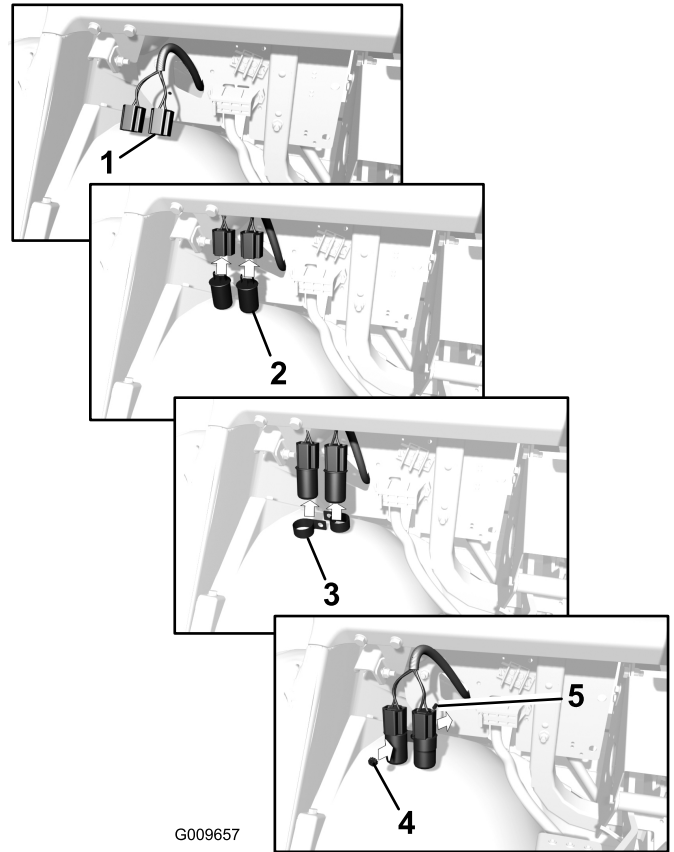

Bild 11
2. Stecken Sie die Anschlüsse für die Blinker durch die Öffnung in der Befestigungsplatte unter dem Armaturenbrett. Schließen Sie die Blinker am vorderen Kabelbaum an (Bild 11).
3. Befestigen Sie die Blinker mit zwei R-Klemmen und einer Sicherungsmutter (1/4-20 Zoll) und einer Schraube (1/4 x 3/4 Zoll) an der Befestigungsplatte, wie in Bild 11 dargestellt.